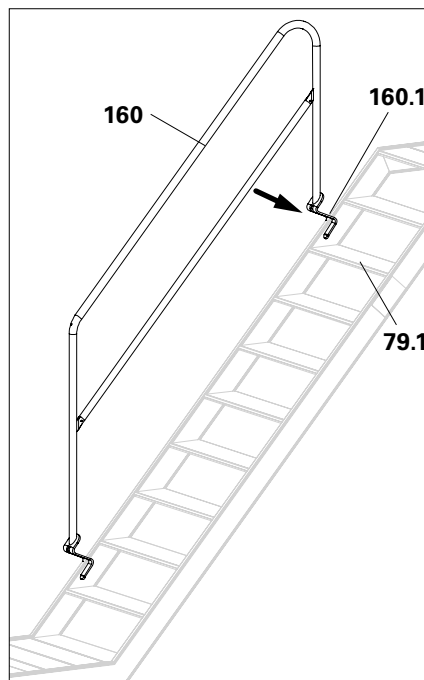

Abb. A8.10a
1. Treppengeländer UAG mit den Einhängungen (**160.1**) auf den Treppenhalm aufstecken. (Abb. A8.10a)